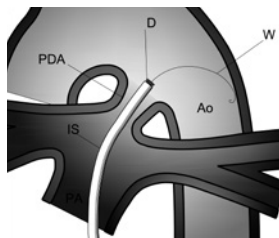

Fig. 14
- Empuje el pusher (P) hasta que el dispositivo (D) llegue al final de la vaina de implantación (IS) (Fig. 14).